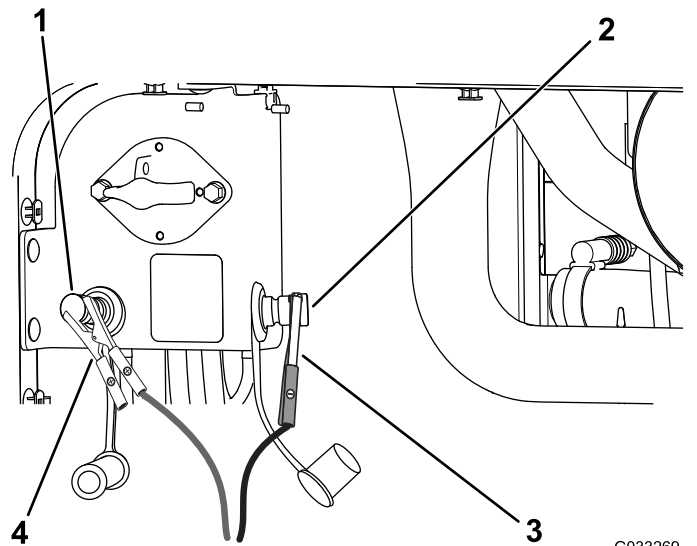

Figura 111
4. Conecte el cable puente positivo (+) al borne positivo de la batería del otro vehículo (Figura 111).
5. Conecte el cable puente negativo (-) al borne negativo de la batería del otro vehículo (Figura 111).
(-) del borne negativo de la batería del otro vehículo, y a continuación, que desconecte el cable puente positivo (+) (Figura 111).